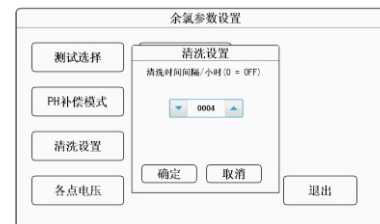

图2-59
- ◆ 清洗设置：点击“清洗设置”弹出图2-59所示，按▲或▼键修改清洗时间间隔（0到3000小时可调），修改后按【确认】键确认，按【取消】键退出。